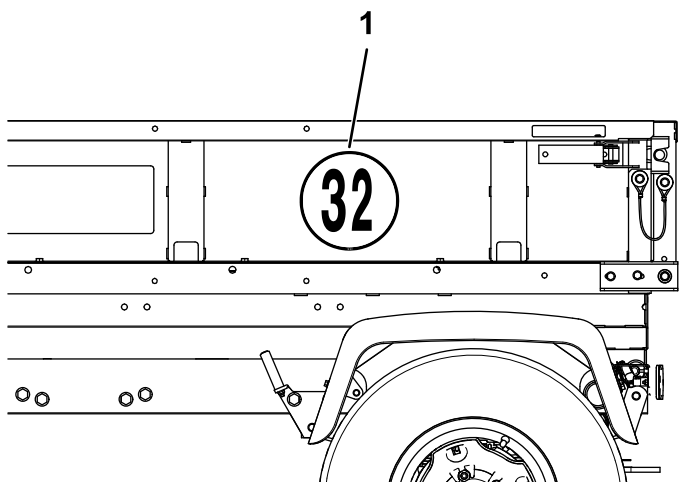

図 19
1. 荷台の左側で、図 19のように 2 本目と 3 本目のチャンネル部材の間に速度デカルを貼り付ける。